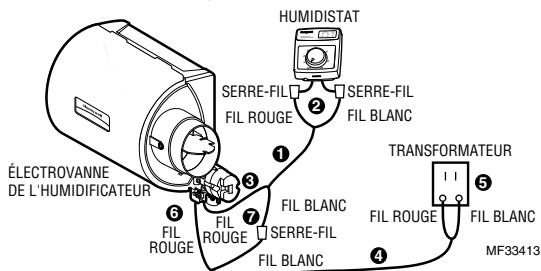

Fig. 16. Câblage des commandes et du HE240.
7. Brancher les fils basse tension aux fils et remplacer le boîtier du H8908. Voir la Fig. 16.
Câbler l'électrovanne de l'humidificateur, l'humidistat et le transformateur. Voir la Fig. 16.